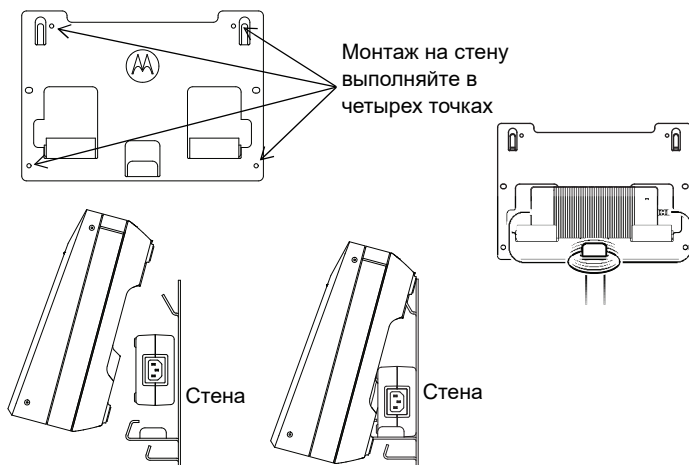

Рис. 10. Крепление многоместного зарядного устройства к настенному кронштейну
4. Установите многоместное зарядное устройство в настенный кронштейн как показано на Рис. 10.